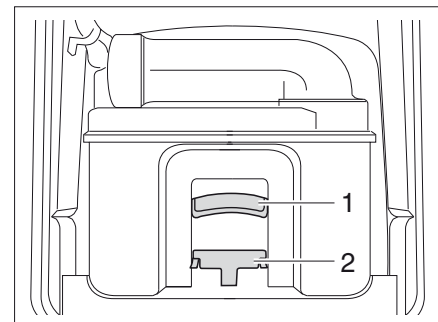

Bild 365 Thetford-kassetten
- Dra hållbygeln (Bild 365,2) framåt för att låsa upp toalett-kassetten och dra ut kassetten i handtaget (Bild 365,1).